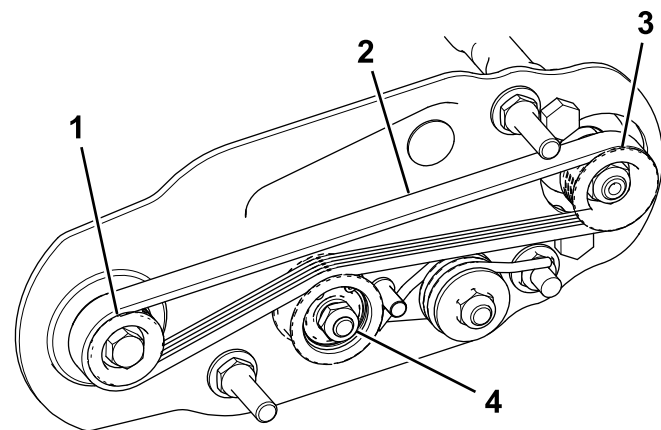

图 23
- A. 先缠绕驱动皮带轮周围的皮带然后再缠绕怠轮皮带轮顶部上方的皮带图 23。
- B. 启动从动皮带轮上的皮带图 23。